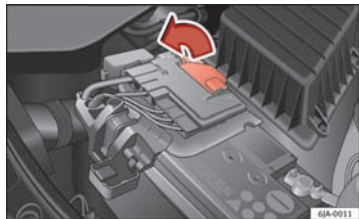

Fig. 122 Batteri: åbning af afdækning
- Åbn batteriafdækningen i pilens retning ⇒ Fig. 122.